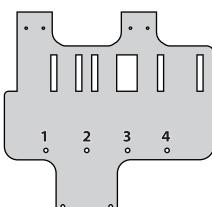

Figure 6
- À l'aide de la Figure 6 et du tableau ci-dessous, repérez l'emplacement correct du trou de fixation sur le support de montage de votre tracteur :